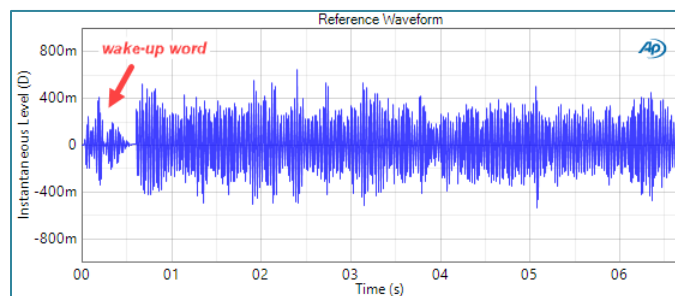

図10. スマートスピーカー入力システムを刺激し、ウェイクアップワードとそれに音声チャッターの波形
4. オーディオ波形エディターを利用してスマートスピーカーのウェイクアップワードを与え、その後短時間の無音を音声刺激信号に付加します。（図10）